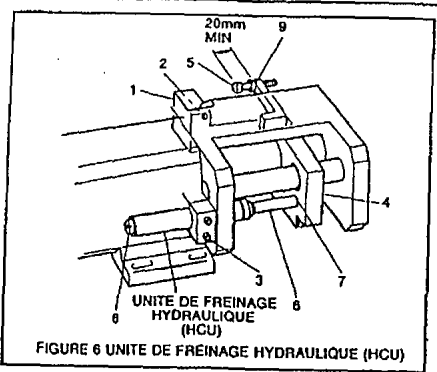

FIGURE 6 UNITÉ DE FREINAGE HYDRAULIQUE (HCU)
REGLAGE D'UNE OPERATION DE PERÇAGE (Voir Figure 6)
Bloquer à l'aide de la vis (9) (Voir Fig. 6).